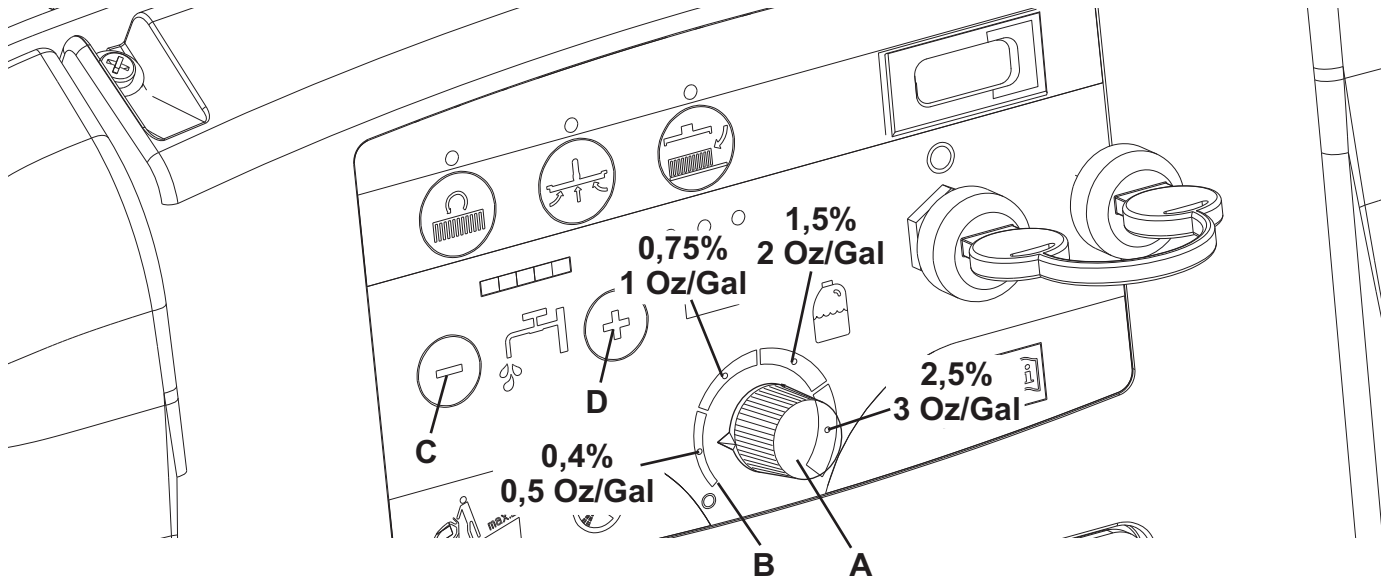

Abbildung 4
1. Drehregler (A, Abb. 4) zur Erhöhung der Reinigungsmittelkonzentration im Uhrzeigersinn, zur Verringerung gegen den Uhrzeigersinn drehen.
2. Die durchschnittlichen Konzentrationen des benutzten Reinigungsmittels, die mit den 4 farbigen Bereichen der Skala (B) übereinstimmen, entsprechen den Werten wie es in der Abbildung dargestellt ist.
3. Den Knopf (A) gegen den Uhrzeigersinn bis zum Vollausschlag drehen, um die Reinigungsmittelmenge rückzustellen.